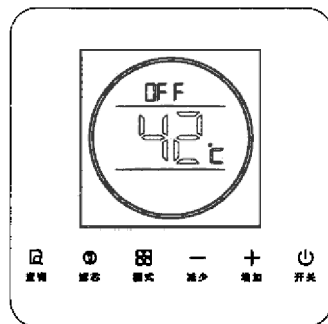
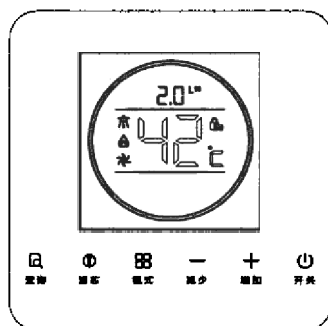

图16
图17
(1) 按下显示器面板的电源键，如图16，显示屏点亮，并显示上次最后使用的设置温度(例如42℃)。
(2) 按“+”“-”键热水器进入温度调节状态，可自由设置温度。温度设置范围在 35℃~65℃；35℃~48℃每按一次按键变化1℃，48℃~65℃每按一次按键变化为48℃、50℃、55℃、60℃、65℃，每按一次蜂鸣器响一声。
(3) 打开热水龙头，如图17，热水器便会启动点火，热水随之流出。开水启动后温度设置范围为 35℃~50℃，超过50℃只能按下调键“-”（即儿童锁功能，防止烫伤）若想设置水温高于50℃，先关闭热水龙头后再按升温键。